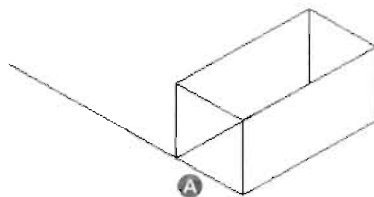

图 11-29
(4) 执行“修改>拉长”菜单命令，把直线拉长，绘制效果如图 11-29 所示，命令执行过程如下。
选择对象或 [增量(DE)/百分数(P)/全部(T)/动态(DY)]: //选择图 11-29 中的 A 直线
选择要修改的对象或 [放弃(U)]: //鼠标左键单击图 11-29 中直线 A 的左端